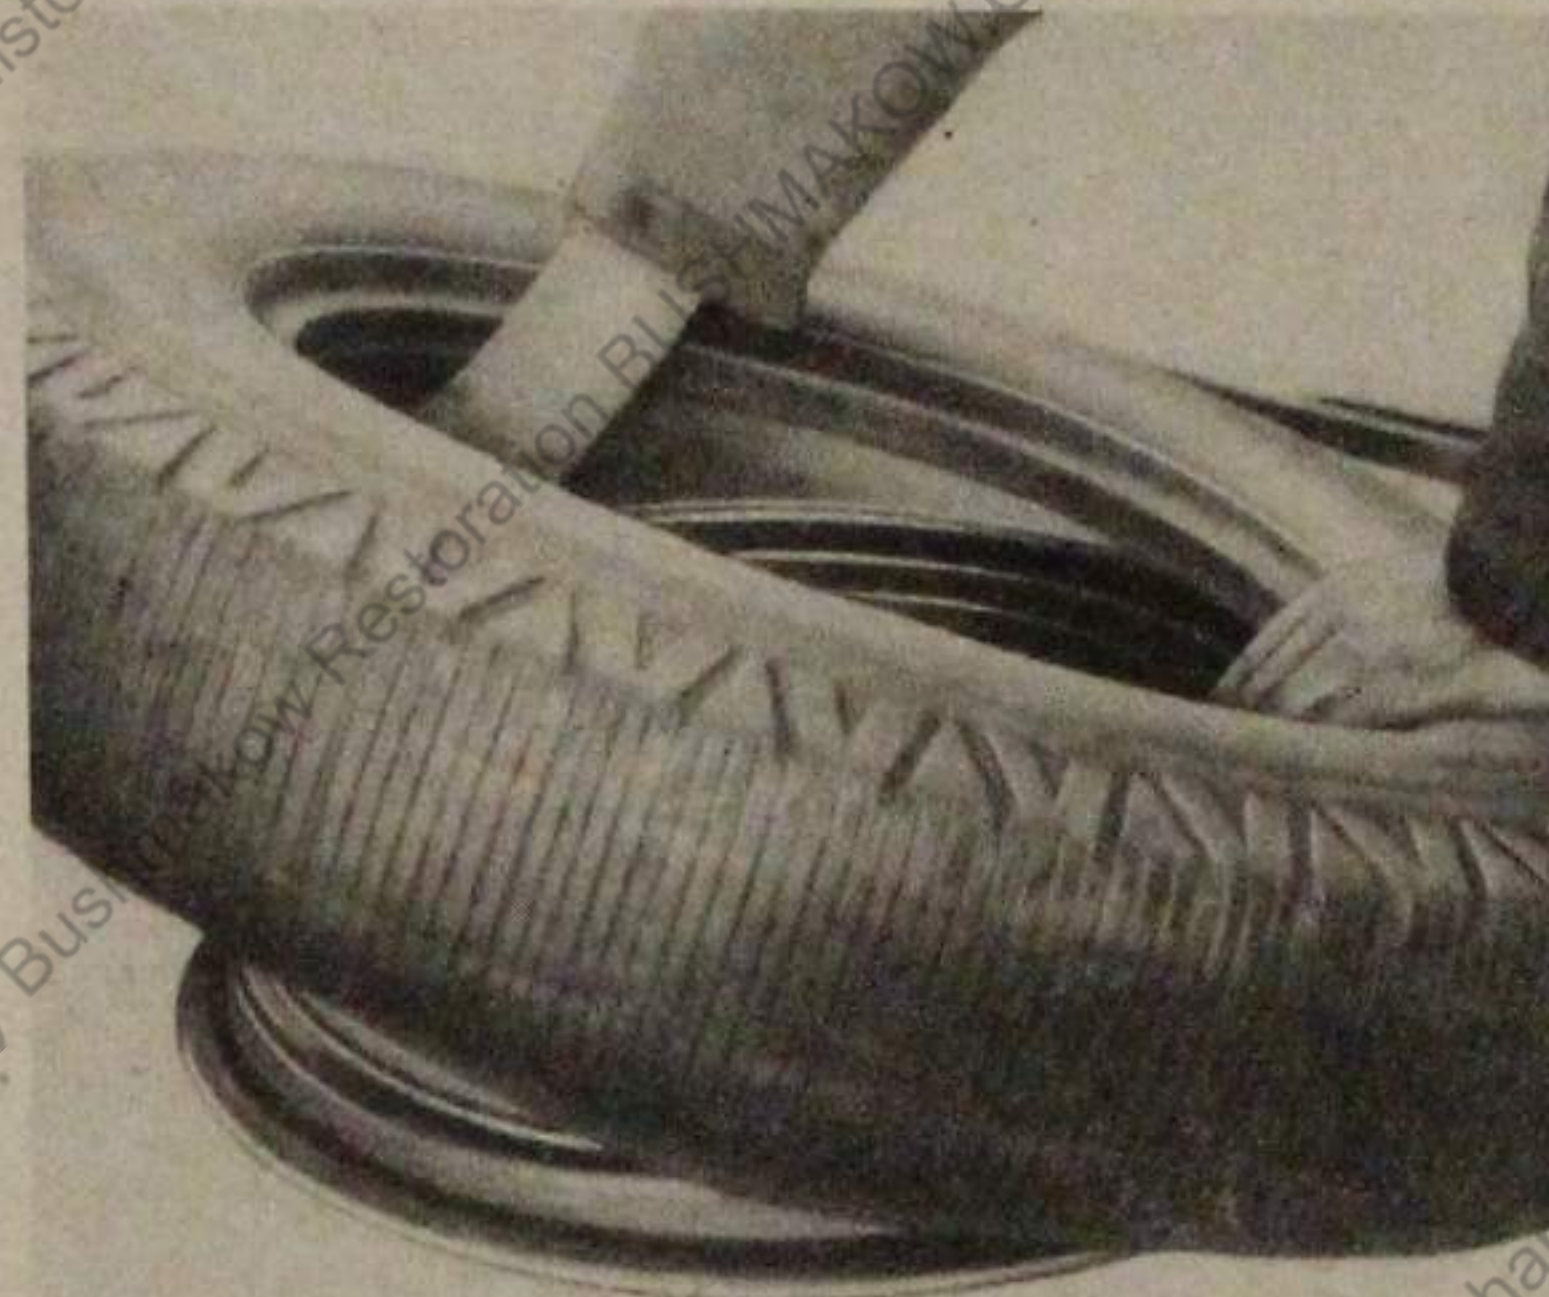

Bild 20 Reifen in Tiefbett einlegen
4. Den unteren Wulst des Reifens (Bild 20) ringsherum über den Felgenrand ziehen. Die Seite am Ventil muß hierbei im Tiefbett (18/1) liegen.